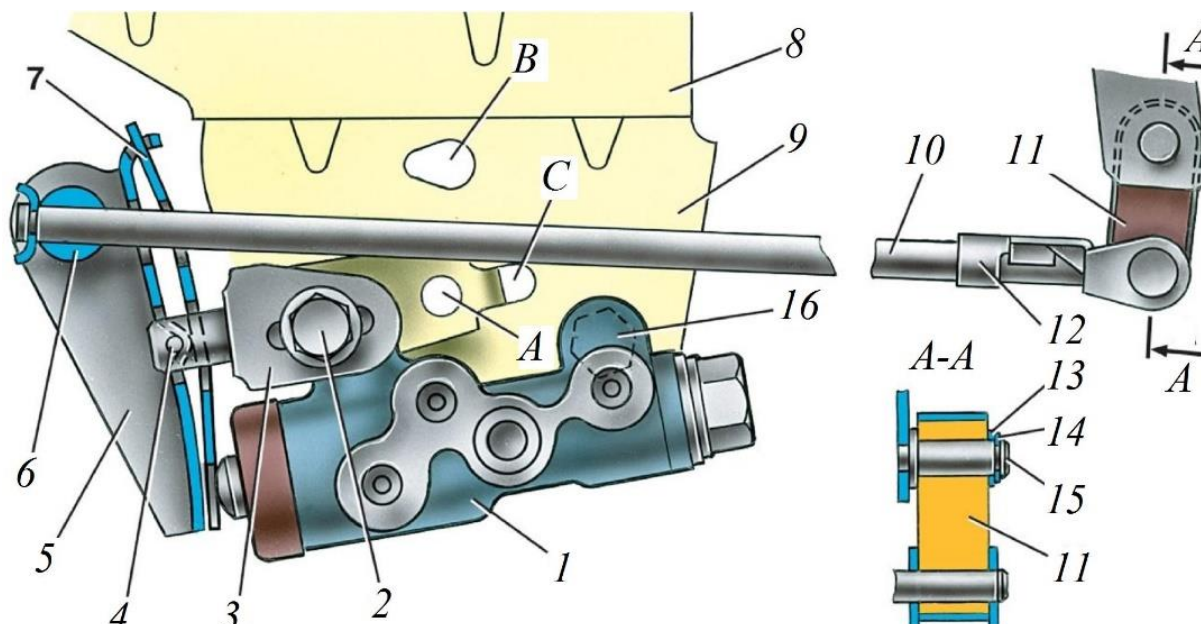

Рис. 10. Привод регулятора давления:
6.2.8. Выполнить проверку работы регулятора тормозных сил. Оценку настройки привода регулятора давления можно определить по зазору между нижней частью рычага 5 (рис. 10) привода регулятора давления и пружиной 7. Зазор должен быть в пределах 2-2,1 мм. Это указывает на правильность регулировки привода, при котором давление включения регулятора равно  $3,0 \pm 0,5$  МПа ( $30 \pm 5$  кгс/см2).